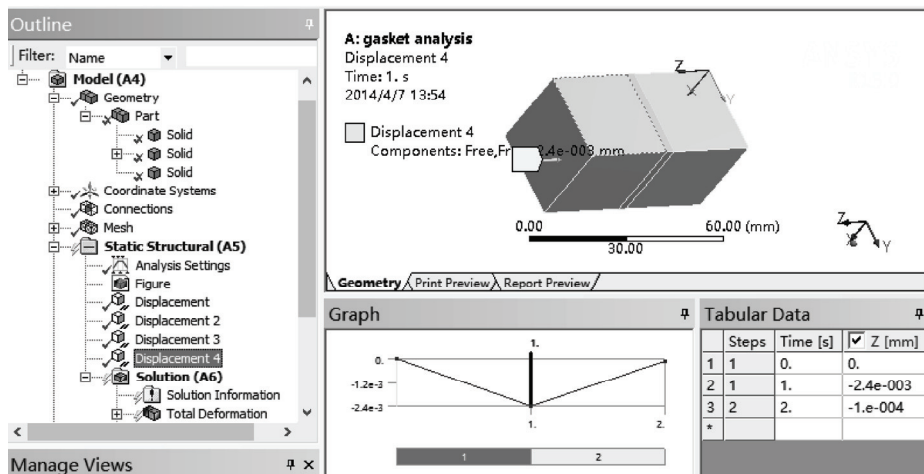

图 17-14 Displacement4 数据设置
6) 添加 Displacement 4, 选择 Z 坐标为 30 的面, 然后在细节窗口的 Geometry 中单击 Apply 按钮, 并设置其细节窗口如表 17-1 所示, 其载荷表格设置如图 17-14 所示。